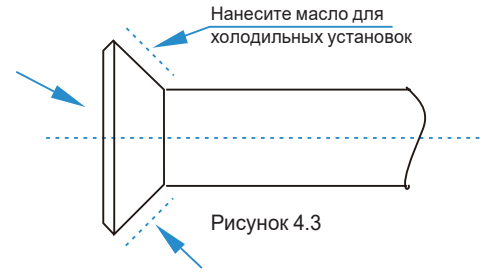

Рисунок 4.3
- ♦ Перед установкой конусной гайки на конус трубы нанесите на конусный конец трубы (внутри и снаружи) масло для холодильных установок, затем поверните ее три или четыре раза, прежде чем затянуть гайку. См. рисунок 4.3.